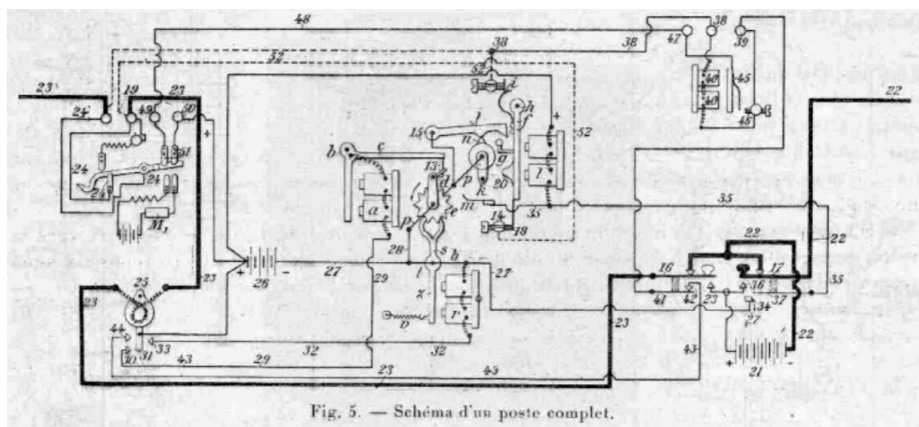

Fig. 5. — Schéma d'un poste complet.
- 1° Un appareil téléphonique qui peut être d'un modèle quelconque disposé comme il est indiqué (fig. 5) ;
- 6° Une pile de ligne (21), une pile locale (26) et une pile pour le microphone.
Lorsque les points 14-18 du relais 1 sont en contact, le pont est fermé, c'est-à-dire que les deux bornes 19 de l'appareil téléphonique sont mises en court-circuit par ses deux points (circuit 52 en pointillé sur Le schéma figure 5) et par conséquent aucune conversation ne peut être surprise.
Lorsque le poste appelant vient de faire l'appel au poste appelé, et qu'après quelques instants qu'il juge suffisamment longs, il ne revoit pas de réponse, il peut en conclure que' le poste appelé est absent, il appuie alors sur la clé 17 pour remettre les aiguilles à la croix dans tous les postes ; il a do ce fait arrêté la sonnerie au poste appelé par la rupture des contacts k 20 (fig. 5).
Ce fonctionnement a lieu même dans la marche normale, mais lorsque l'aiguille revient à la croix (fig. 4), l'enclenchement g,j qui a eu lieu par ce contact passager (fig. 7) est détruit par la came n soulevant le levier (fig. 5), mais lorsque l'aiguille de chacun des postes se trouve amenée devant l'indication et appel général » par le poste appelant et que dans cette position le poste appelant appuie sur la clé 16, la sonnerie fonctionne dans tous les postes, le circuit de la pile locale 26 étant fermé sur la sonnerie par j et g, tous les postes sont dans la position figure 7, les ponts sont ouverts étions les postes peuvent converser ensemble. Chaque sonnerie s'est arrêtée lorsqu'on a décroché le récepteur du commutateur de l'appareil téléphonique. Si un des postes est absent au moment de l'appel général, sa sonnerie fonctionnera pendant la durée de la conversation de tous les autres et le tout sera remis à la position de repos par le poste appelant, qui après la communication générale remettra les aiguilles à la croix (fig. 4) au moyen de la clé 17.